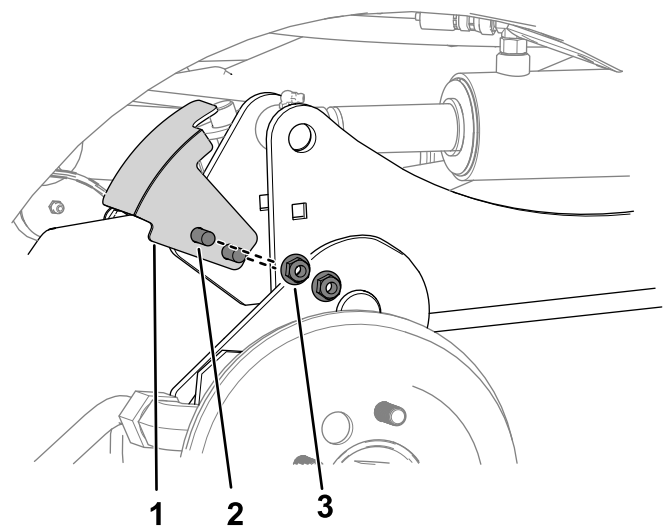

Bild 8
5. Befestigen Sie die Sensorhalterung mit zwei Schlossschrauben und zwei Muttern ($\frac{3}{4}$ ") am rechten Hubarm (**Bild 8**).